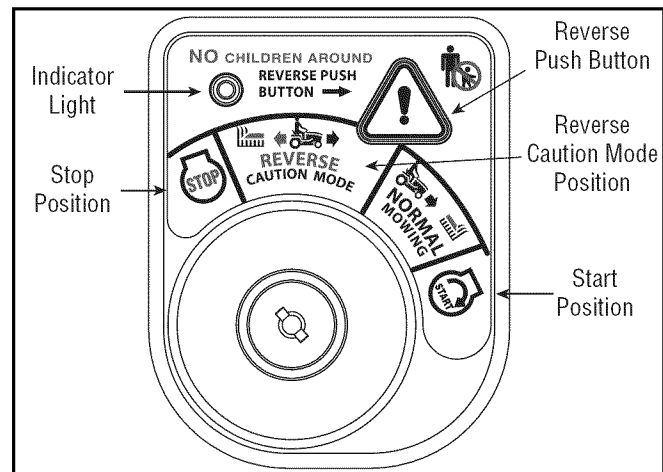

Figura 8
2. Gire la llave desde la posición de **PODA NORMAL** (verde) hasta la posición de **MODO DE PRECAUCIÓN EN REVERSA** (amarillo) del módulo de la llave de contacto. Vea la Figura 8.
3. Presione el **BOTÓN PULSADOR DE REVERSA** (botón triangular de color naranja) en la esquina superior derecha del módulo de la llave de contacto. La luz indicadora roja en la esquina superior izquierda del módulo de la llave de contacto estará **encendida (ON)** mientras permanezca activado el Modo de Precaución en Reversa. Vea la Figura 8.
4. Una vez activado el Modo de Precaución en Reversa (con la luz indicadora **encendida (ON)**), el tractor podrá conducirse en reversa con las cuchillas de corte enganchadas.